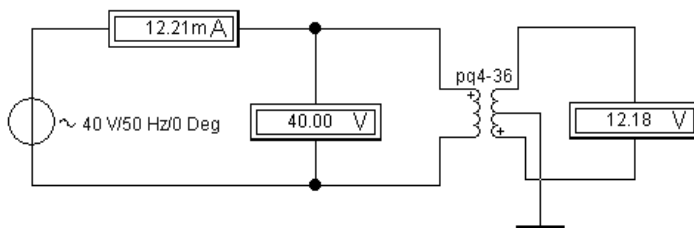

Рис. 24. Опыт холостого хода
1. Задать основные параметры трансформатора, выбрав показанную на схеме (рис. 24) модель трансформатора.
2. Провести опыт холостого хода, измерить ток холостого хода в первичной обмотке, напряжения холостого хода на первичной и вторичной обмотках трансформатора (рис. 24).